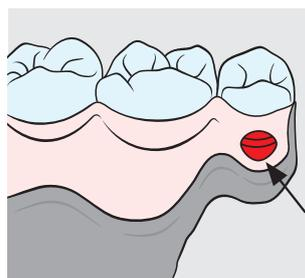

Fig. 4
8. Si es posible, taladrar un conducto de evacuación para la resina a través del cuerpo de la prótesis (Fig. 4).